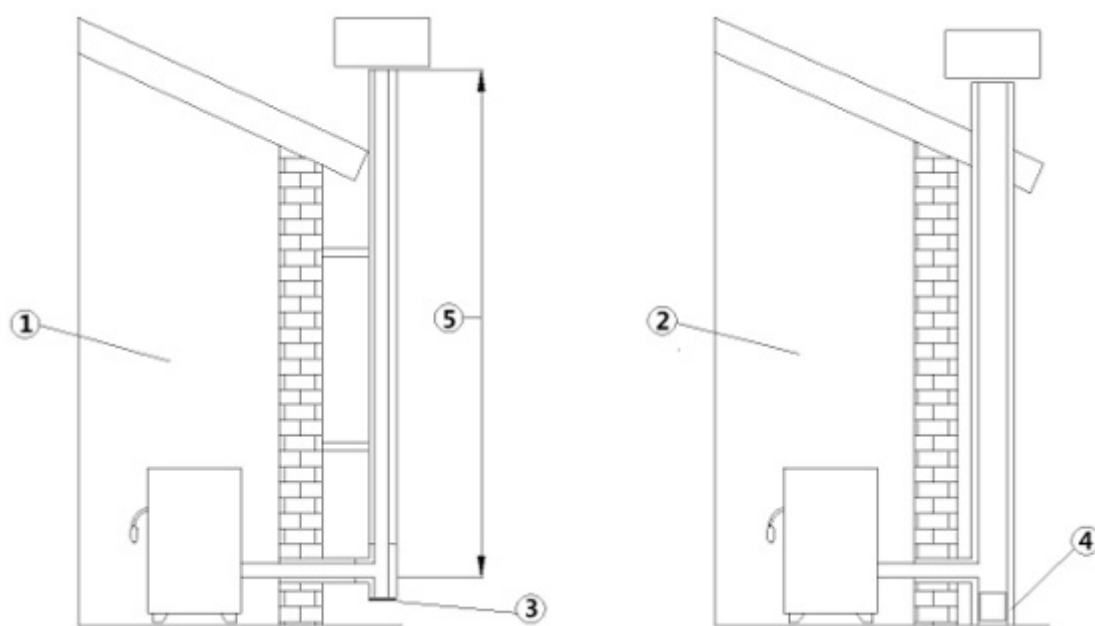

Fig. 3 - Aftrækskanaler
TEGNFORKLARING Fig. 3
- Aftrækskanalen skal være enkelt (se **Fig. 3**) med isolerede rør i rustfrit stål (1) eller på eksisterende aftrækskanal (2).
- Begge løsninger skal have en inspektionsprop (3) og/eller -lem (4).